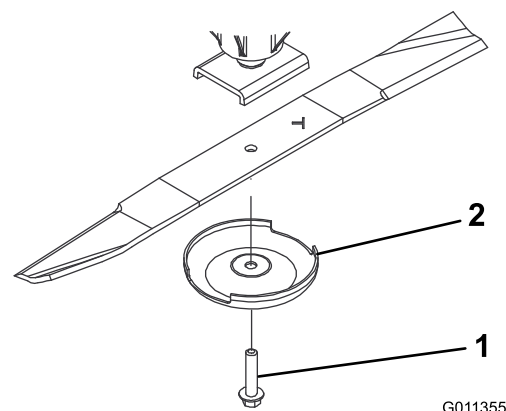

Figura 72
4. Instale a lâmina, com a aba voltada para a plataforma de corte, com o recipiente antidanos e o parafuso da lâmina (Figura 72).
3. Segure a extremidade da lâmina utilizando um trapo ou uma luva grossa e retire o parafuso da lâmina, recipiente antidanos e a lâmina do veio do eixo (Figura 72).